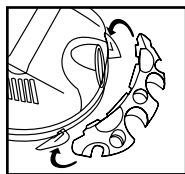

FIGURA 8
9. Con la parte posterior de la unidad mirando hacia usted, tome el porta-herramientas y colóquelo con las lengüetas mirando hacia la parte posterior de la unidad. **FIGURA 8.**